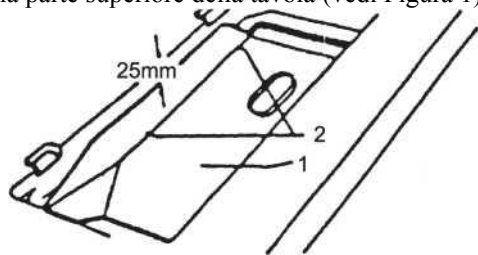

Figura 1
Fissare la bacinella(1) con 4 chiodi (2) sulle aperture del taglio tavola. Assicurarsi che la distanza tra la bacinella e la superficie della tavola sia pari a 25 mm. La parte superiore della bacinella deve essere in linea con la parte superiore della tavola (vedi Figura 1).